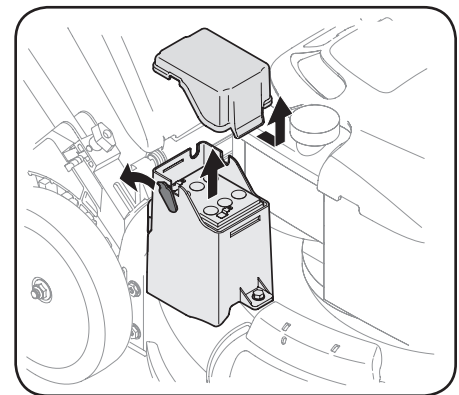

Figure 4-7
2. Débranchez les fils positif et négatif de la batterie et soulevez la batterie pour la retirer. Voir la Figure 4-7.